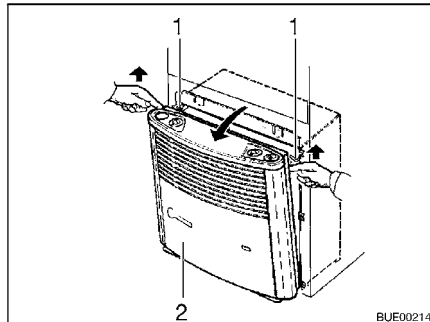

Fig. 117 Extraer el revestimiento de la calefacción
- Retirar el revestimiento de la calefacción (Fig. 117,2). Para ello, tirar hacia adelante la parte superior del revestimiento, presionar los muelles de sujeción (Fig. 117,1) a los lados hacia arriba y abatir el revestimiento hacia adelante.